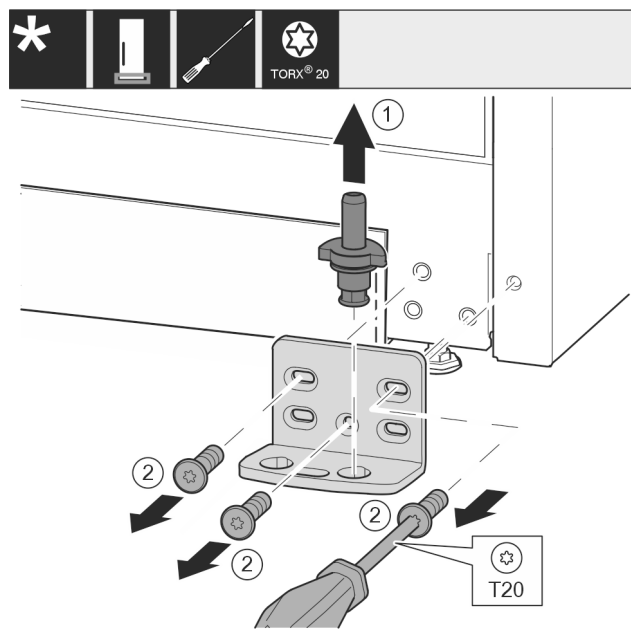

Fig. 29
- ▶ Ležajni sornik Fig. 29 (1) v celoti izvlecite v smeri navzgor.
- ▶ Odvijte vijake Fig. 29 (2) z izvijačem in snemite ležajni podstavek.